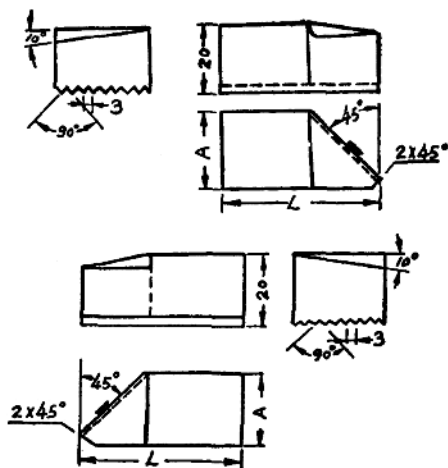

图 18
(1) 单向导轨刨刀(如图18) 可分成左右两种，它还可以左右两把合成使用，也可以单向使用；在使用时，必須用校刀